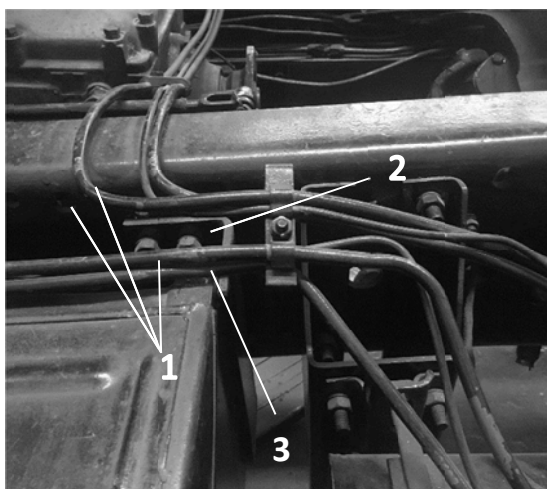

Рис. 4.3. Крепление топливопроводов:
7. Ослабьте затяжку хомутов и отсоедините питающие и дренажные топливопроводы в соединении со шлангами 1 (рис. 4.3), выверните болт 2 крепления скобы, снимите скобу 3	Ключ 13 мм, отвертка
43. Подсоедините шланги 1 (рис. 4.3) к питающим и дренажным топливопроводам, затяните хомуты. Закрепите топливопроводы скобой 3, вверните болт 2 с пружинной шайбой	Ключ 13 мм, отвертка